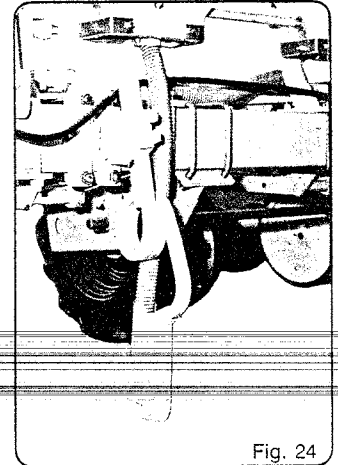
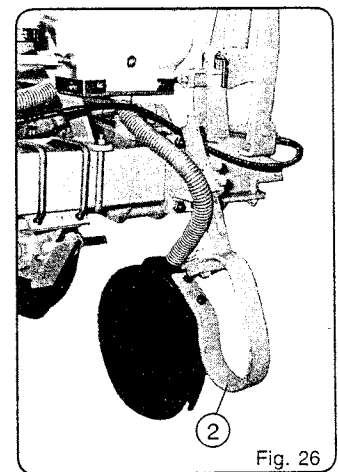

Fig. 24
Fig. 26
— L'engrais doit être déposé entre 6 et 10 cm, sur le côté du rang : il est donc possible (mais non impératif) de placer les supports bottes (fig. 24) ou disques (fig. 26) en contre-bride des éléments semeurs. Seuls les 2 rangs intérieurs ne peuvent pas toujours être montés de cette façon à cause des brides d'attelage. La moitié des sabots livrés étant déportés à droite et l'autre moitié à gauche, il est cependant possible de les positionner à un endroit convenable.
— Attention : avec la mise en terre par doubles disques (fig. 26) sur semoirs portés, les roues du tracteur utilisé doivent être parfaitement au centre des interrangs sinon les lames ressorts (2) risquent de toucher aux pneus lors des relevages.
The fertilizer should be between 6 and 10 cm (2" and 4") on the side of the row. Counter clamp the hopper supports (fig. 24) or discs (fig. 26) to the planter metering units. The two inner rows can not always be mounted in this manner because of the hitch brackets. As half the fertilizer knives are off set to the left and the other half off set to the right, it is always possible to position them in a suitable manner.
Note: With double disc openers (fig. 26) on mounted planters, the wheels of the tractor used must be perfectly centered on the interrows or else the spring leaves (2) must come in contact with the tires during lifting.